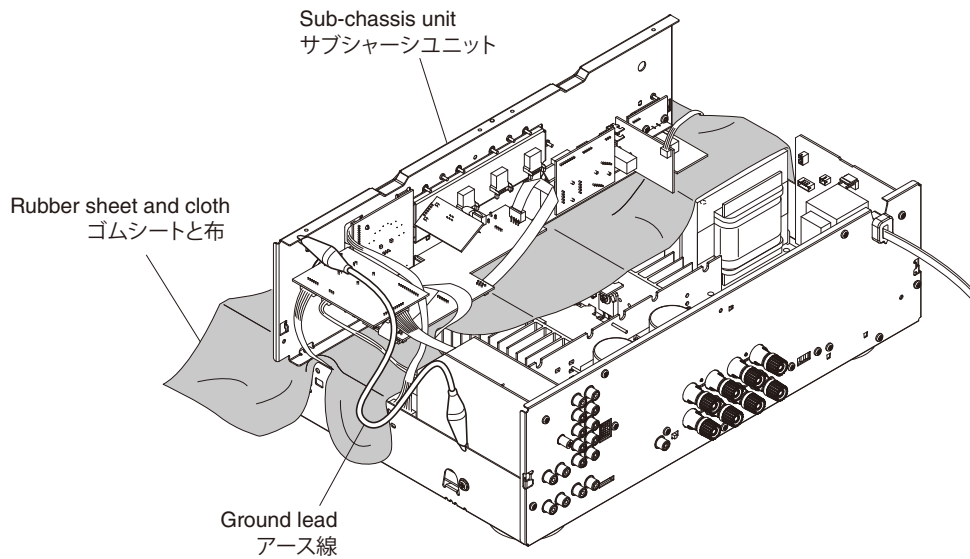

Fig. 4
- Put the rubber sheet and cloth over this unit. Then place the sub-chassis unit on the cloth and check it. (Fig. 4)
- Connect the ground point of the sub-chassis unit to the chassis with a ground lead or the like. (Fig. 4)
- 本機の上にゴムシートと布を敷き、その上にサブシャーシユニットを置いてチェックします。(Fig. 4)
- サブシャーシユニットのアースをリード線等でシャーシに接続してください。(Fig. 4)